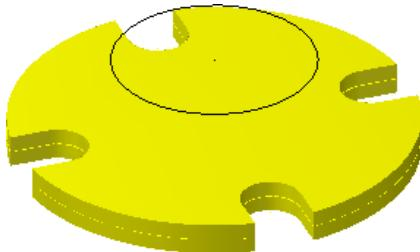

图 6-79 修整至曲线实例
- 01 在“文件”工具栏中单击“打开文件”按钮，打开光盘中“第 06 章\原始图形\6.3.2 修整至曲线.MCX-7”，如图 6-79 所示。